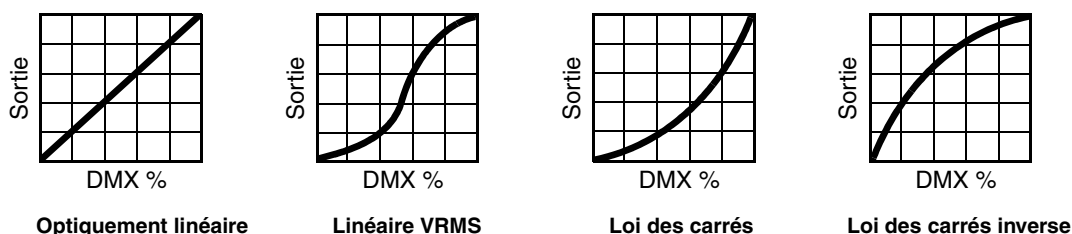

Figure 3: Courbes de gradation
- **DIMMING CURVE** fournit 4 courbes de gradation (voir Figure 3):